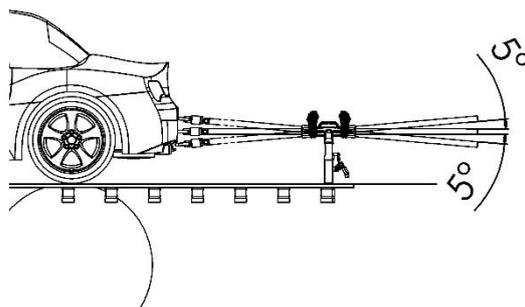

Abbildung 24: Maximal erlaubte Neigung der Fixierstangen
|  Hinweis | <ul style="list-style-type: none"> • Maximal erlaubte Neigung der Fixierstangen (siehe Abbildung 24): 5° (9 cm Höhendifferenz bei 1 m Abstand des Ankers vom Fahrzeug). <table border="1" style="width: 100%;"> <tr> <td>Anker Bauhöhe</td> <td>Höhe Abschleppöse bzw. Anhängerkupplung</td> </tr> <tr> <td>300mm</td> <td>210mm bis 390mm</td> </tr> <tr> <td>400mm</td> <td>310mm bis 490mm</td> </tr> </table> <p>Zur exakt waagerechten Ausrichtung der Fixierstange den höhenverstellbaren Schiebeanker (SA05HM) verwenden.</p> <p>Beim Einsatz von Steckankern: Hinweise auf Seite 23 über Steckanker beachten!</p> | Anker Bauhöhe | Höhe Abschleppöse bzw. Anhängerkupplung | 300mm | 210mm bis 390mm | 400mm | 310mm bis 490mm |
- Maximal erlaubte Neigung der Fixierstangen (siehe Abbildung 24): 5° (9 cm Höhendifferenz bei 1 m Abstand des Ankers vom Fahrzeug).
|  Hinweis | <ul style="list-style-type: none"> • Maximal erlaubte Neigung der Fixierstangen (siehe Abbildung 24): 5° (9 cm Höhendifferenz bei 1 m Abstand des Ankers vom Fahrzeug). <table border="1" style="width: 100%;"> <thead> <tr> <th>Anker Bauhöhe</th> <th>Höhe Abschleppöse bzw. Anhängerkupplung</th> </tr> </thead> <tbody> <tr> <td>300mm</td> <td>210mm bis 390mm</td> </tr> <tr> <td>400mm</td> <td>310mm bis 490mm</td> </tr> </tbody> </table> <p>Zur exakt waagerechten Ausrichtung der Fixierstange den höhenverstellbaren Schiebeanker (SA05HM) verwenden.</p> <p>Beim Einsatz von Steckankern: Hinweise auf Seite 23 über Steckanker beachten!</p> | Anker Bauhöhe | Höhe Abschleppöse bzw. Anhängerkupplung | 300mm | 210mm bis 390mm | 400mm | 310mm bis 490mm |
|  Hinweis | <ul style="list-style-type: none"> • Maximal erlaubte Neigung der Fixierstangen (siehe Abbildung 24): 5° (9 cm Höhendifferenz bei 1 m Abstand des Ankers vom Fahrzeug). <table border="1" style="width: 100%; border-collapse: collapse;"> <thead> <tr> <th>Anker Bauhöhe</th> <th>Höhe Abschleppöse bzw. Anhängerkupplung</th> </tr> </thead> <tbody> <tr> <td>300mm</td> <td>210mm bis 390mm</td> </tr> <tr> <td>400mm</td> <td>310mm bis 490mm</td> </tr> </tbody> </table> <p>Zur exakt waagerechten Ausrichtung der Fixierstange den höhenverstellbaren Schiebeanker (SA05HM) verwenden.</p> <p>Beim Einsatz von Steckankern: Hinweise auf Seite 23 über Steckanker beachten!</p> | Anker Bauhöhe | Höhe Abschleppöse bzw. Anhängerkupplung | 300mm | 210mm bis 390mm | 400mm | 310mm bis 490mm |
|  Hinweis | <ul style="list-style-type: none"> • Maximal erlaubte Neigung der Fixierstangen (siehe Abbildung 24): 5° bzw. 9% (9 cm Höhendifferenz bei 1 m Abstand des Ankers vom Fahrzeug). | | | | | | |
|  Hinweis | <ul style="list-style-type: none"> • Maximal erlaubte Neigung der Fixierstangen (siehe Abbildung 24): 5° (9 cm Höhendifferenz bei 1 m Abstand des Ankers vom Fahrzeug). | | | | | | |